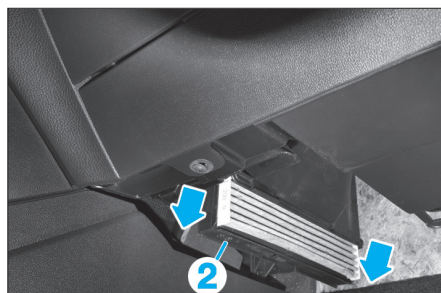

FIG. 2
- Tirer le tiroir (2) contenant le filtre à air d'habitacle (Fig.2).